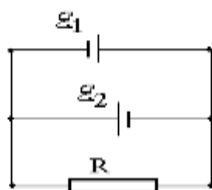

Рис. 2
23. Два источника тока $\Sigma_1 = 10$ В с внутренним сопротивлением $r_1 = 4$ Ом и $\Sigma_2 = 6$ В с внутренним сопротивлением $r_2 = 2$ Ом соединены, как показано на рис. 2. Определить силы тока в проводнике и источниках тока. Сопротивление проводника $R = 6$ Ом.
24. Две батареи ($\varepsilon_1 = 10$ В, $r_1 = 2$ Ом, $\varepsilon_2 = 24$ В, $r_2 = 6$ Ом) и проводник сопротивление $R = 16$ Ом соединены как показано на рис. 2. Определить силу тока в батареях и проводнике.